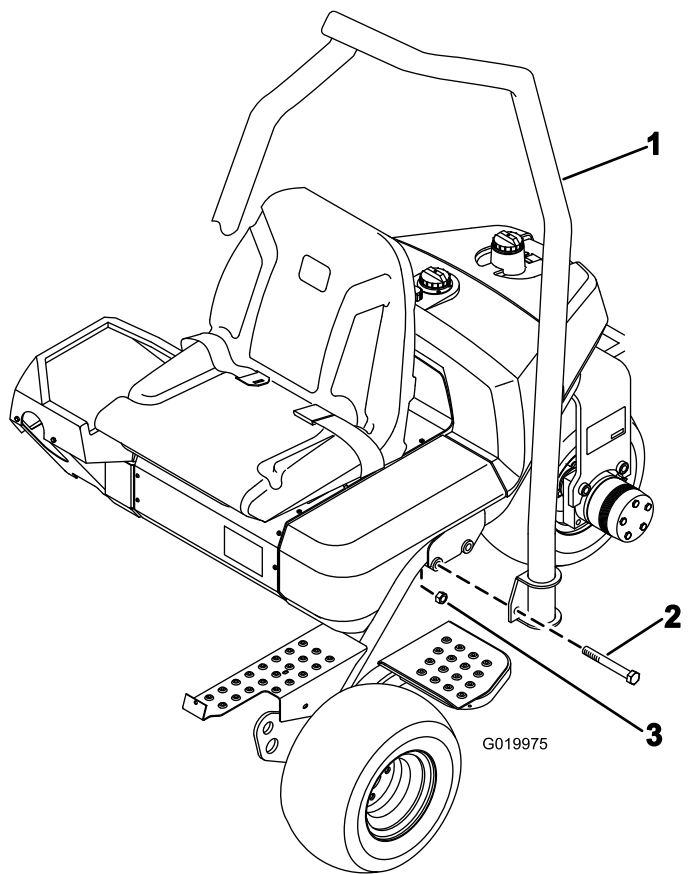

図 4
2. ROPS をフレームの上に降ろし、取り付け穴に整列させる 図 4。
3. ROPS の左右それぞれをフレームに固定するボルト2本 $\frac{5}{8}$ x $4\frac{1}{2}$ "と、ロックナットを 図 4 のように使用する。